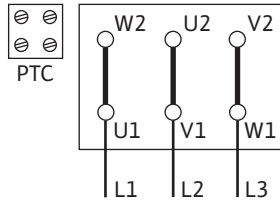
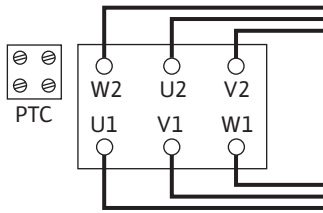

Fig. 5: Пуск «зірка-трикутник»
Fig. 6: Схема «трикутник»
- Під'єднання до мережі залежить від потужності двигуна P2, мережевої напруги і типу увімкнення. Потрібну схему перемикання з'єднувальних перемичок у клемній коробці можна знайти в наступній таблиці, а також на Fig. 5 та Fig. 6.
Пуск «зірка-трикутник» (стандарт)	Видалити з'єднувальні перемички (Fig. 5).
Запуск за допомогою плавного пускача	Схема «трикутник» (Fig. 6)